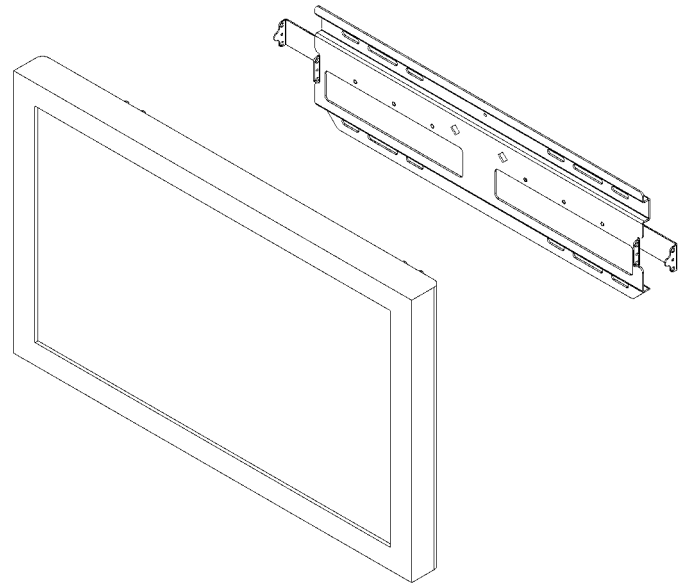

Figure 11. Désinstaller l'écran
3. Avec l'aide d'une autre personne, soulevez l'écran et sortez-le de la plaque murale (voir la Figure 11) pour dégager l'écran du mur.